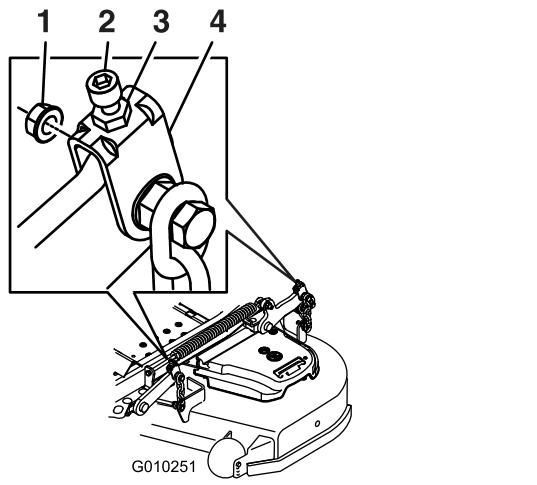

Figura 100
11. Para as plataformas do cortador mostradas na Figura 100, afine a porca de ajuste no conjunto de elevação da plataforma frontal rodando-a (Figura 100).
- Regule o ajuste girando para a altura de 8,3 cm (Figura 100).